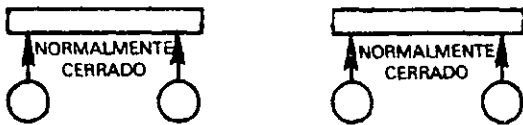

FIGURA R20-8 (Cortesía de Honeywell, Inc.)
b. **Ambos contactos normalmente cerrados.** Ambas cargas se conectan con sus respectivas fuentes de poder cuando se desenergiza el relevador (figura R20-8).